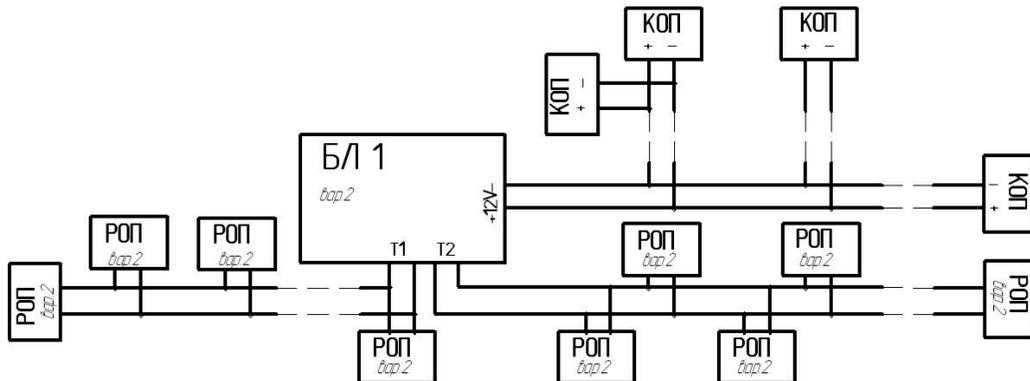

Рис.2
1.1 Монтаж линий связи между блоком линейным (БЛ), речевыми (РОП) и световыми (КОП) оповещателями осуществляется по свободной технологии. (рис. 2)